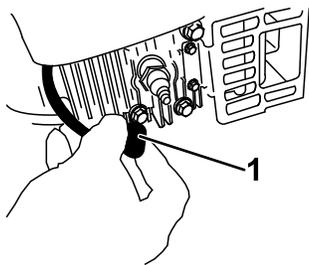

Рисунок 37
- Отсоедините провод от свечи зажигания (Рисунок 37).